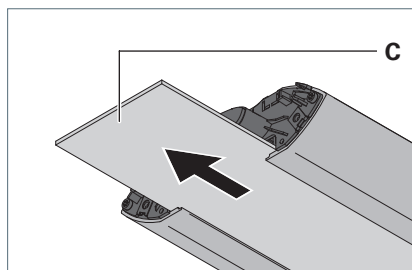

Fig. 18: Enlever la plaque de protection en la faisant glisser.
- Sortez la plaque de protection pyramidale **C** ou la grille parabolique du luminaire, voir Fig. 18.